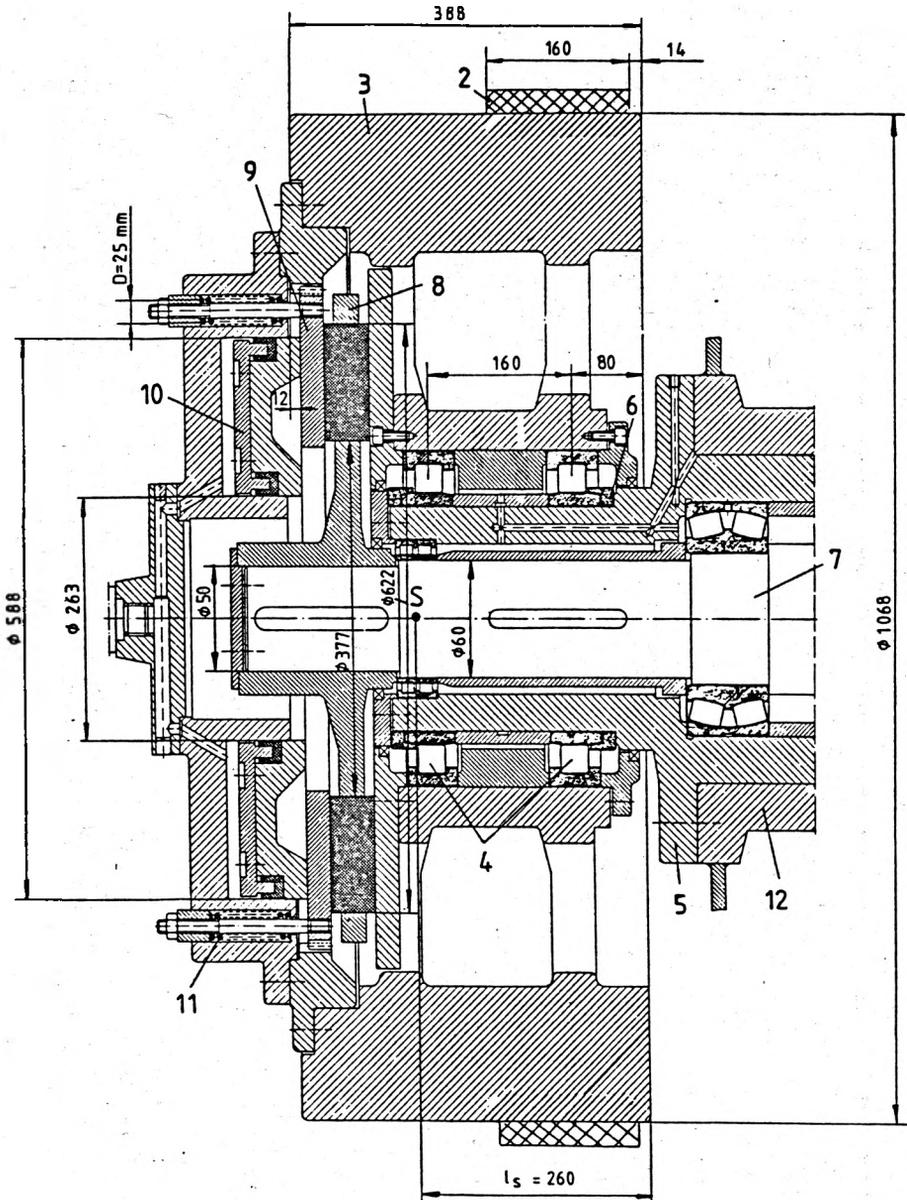

Bild 2: Schwungrad
Das Bild 2 (siehe Seite 5) zeigt das Schwungrad 3 im Schnitt. Es ist mit zwei Zylinderrollenlagern 4 auf dem Hohlzapfen 5 abgestützt, der starr mit dem Pressenständer 12 verbunden ist. Zur axialen Führung des Schwunrades ist an den äußeren Seiten der beiden Zylinderrollenlager je ein Winkelring 6 angeordnet.
2.1 Bestimmen Sie die Radialkräfte, die auf die beiden Zylinderrollenlager 4 wirken. Das Gewicht des Schwungrades beträgt $G = 15 \text{ kN}$ und greift im Schwerpunkt S an. Er hat von der rechten Kante des Schwungrades (siehe Bild 2) den Abstand $l_S = 260 \text{ mm}$.